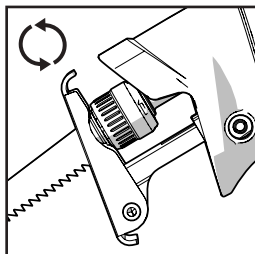

Fig. 1
- Należy obrócić pokrętko zacisku brzeszczotu w kierunku przeciwnym do ruchu wskazówek zegara i przytrzymać. **(Rys. 1)**